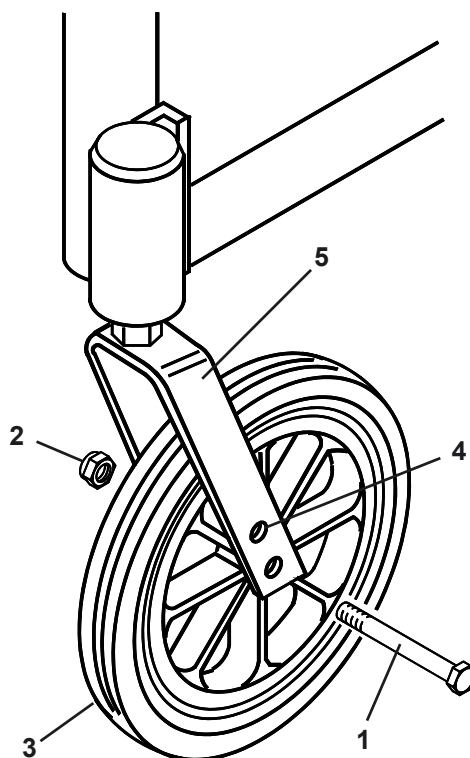

Fig. 46
Les fourches de roulette à deux trous (Fig. 50) vous permettent d'interchanger les roulettes de 125 mm, 200 mm et 150 mm et de régler la hauteur du siège (Fig. 46). Pour effectuer le réglage, retirer le boulon d'axe (1) et l'écrou (2) avec des clefs de 13 mm et retirer la roulette (3). Changer la dimension de la roulette et / ou placer la roulette vers le haut ou vers le bas dans les trous pré-perçés souhaités (4) éloignés de 25 mm l'un de l'autre sur la fourche (5). Replacer le boulon et serrer jusqu'à 27Nm. (Cadre avant fixe en option).